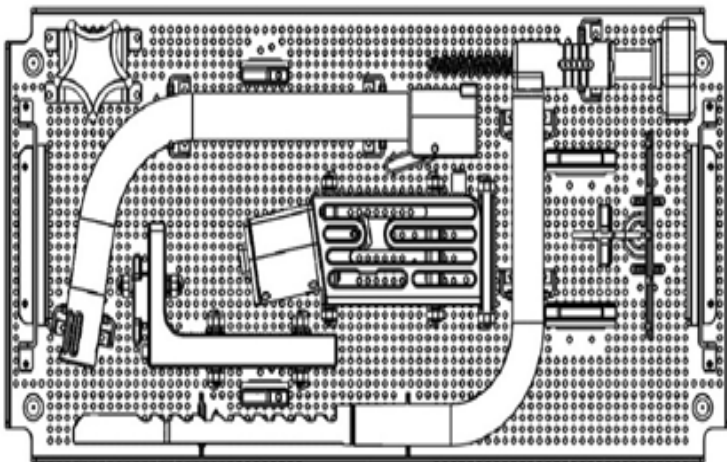

Figure 1 — Composants du plateau sans socle
1. Charger les composants dans le plateau comme illustré aux figures 1 et 2 ci-dessous. Les supports permettent de maintenir les composants en place pendant le transport et la stérilisation.